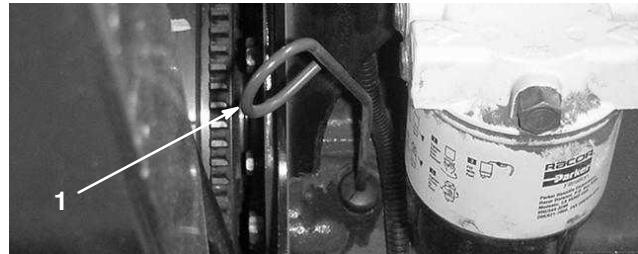

Figure 15
2. Retirez la jauge (Fig. 15) et essuyez-la sur un chiffon propre. Remettez la jauge dans le tube en vérifiant qu'elle est enfoncee au maximum. Sortez de nouveau la jauge et vérifiez le niveau d'huile. Si le niveau est bas, faites l'appoint pour amener le niveau au repère du plein (FULL) sur la jauge.